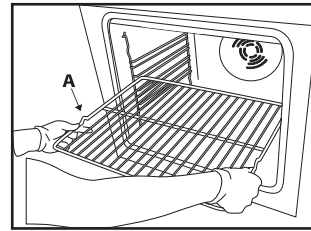

Abb. 1
1. Schieben Sie den Rost mit dem erhöhten Teil „A“ nach oben waagrecht ein (Abb. 1).